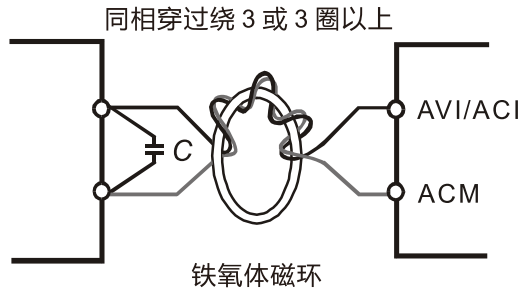

图 6-1
- ☑ 连接外部的模拟信号时，由于变频器产生的干扰引起误动作，发生这种情况时，可在外部模拟讯号上加装电容及磁环以降低干扰，如下图 6-1 所示：